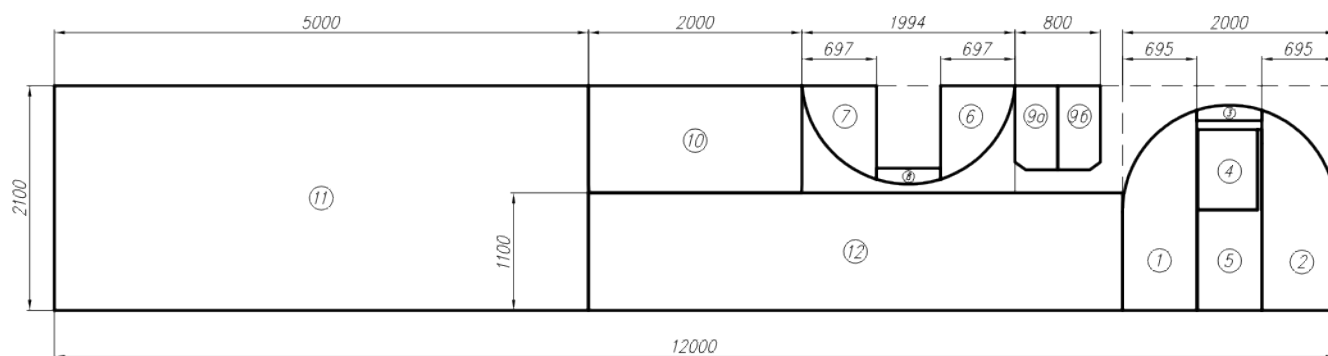
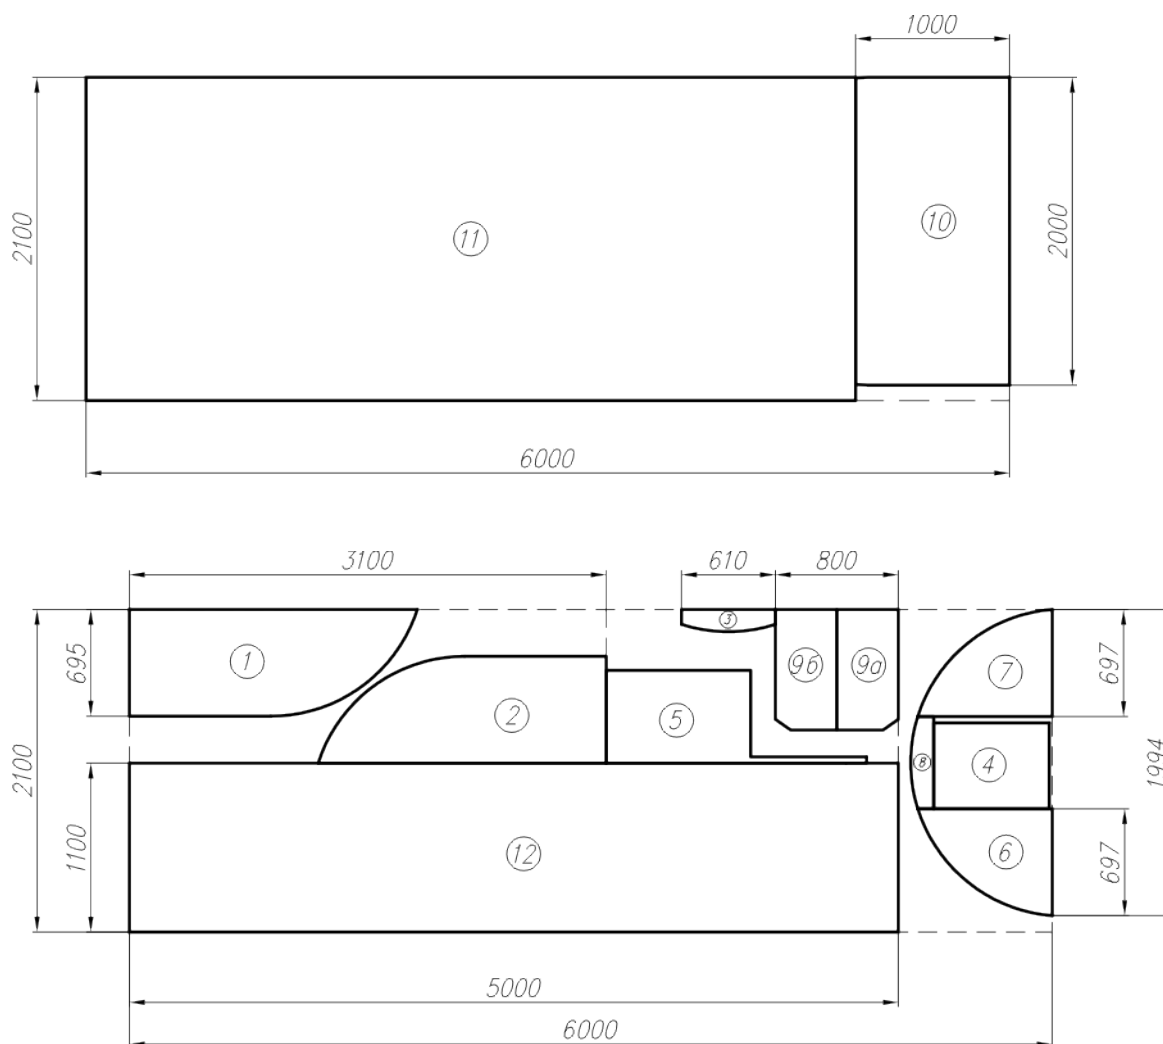
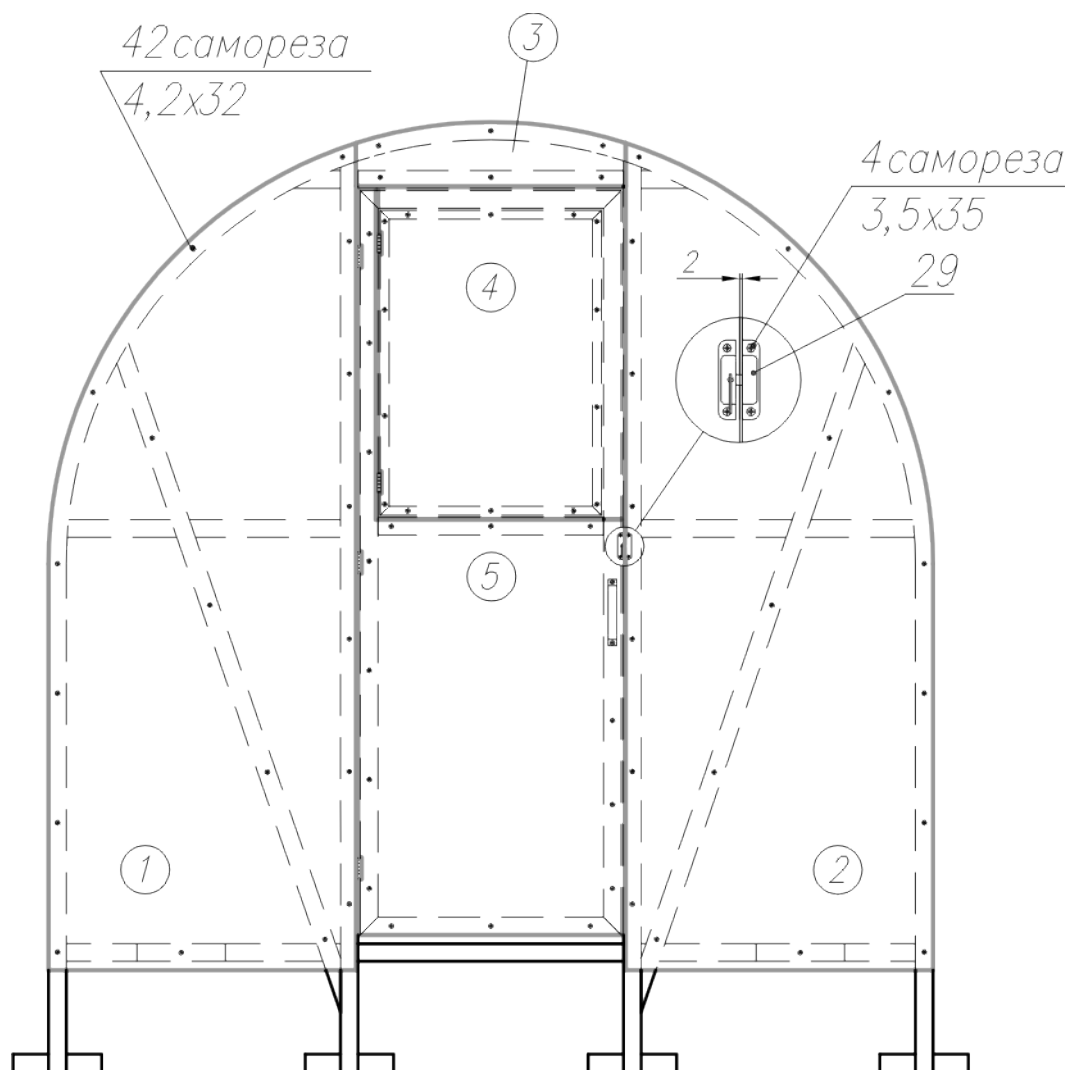
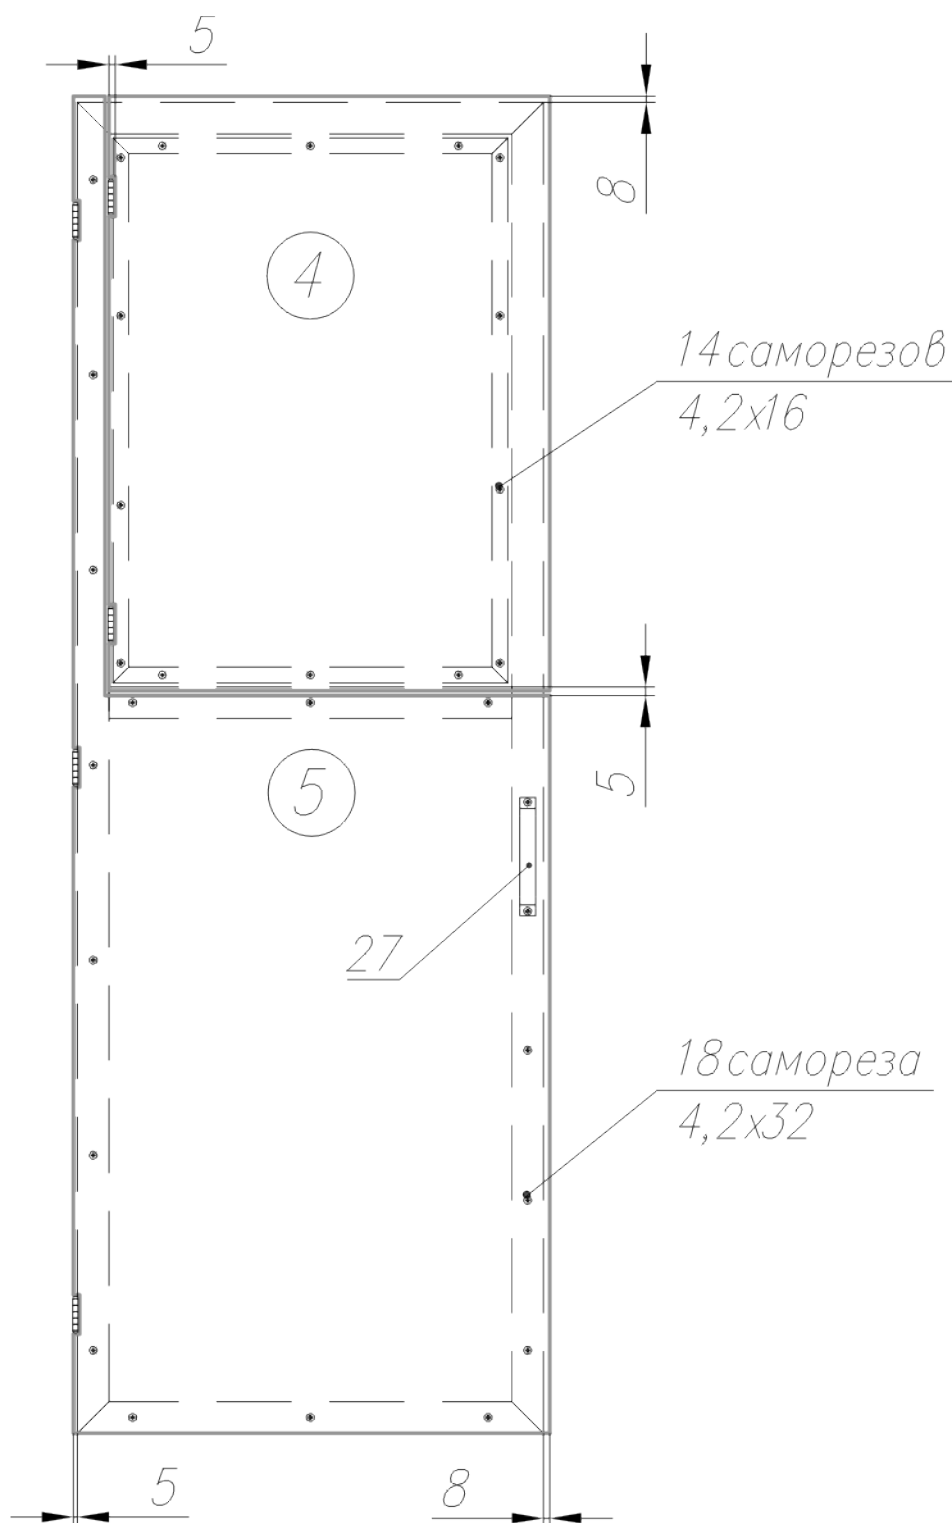

Рис. 18
Рис. 19
Рис. 20
Рис. 21
- Если Вы приобрели поликарбонат размером 12,0х2,1м, то для его разметки руководствуйтесь рис.18.
- Если у Вас два листа размером 6,0х2,1м каждый, то производите разметку поликарбоната согласно рис.19.
4.6. Разметьте маркером поликарбонат согласно рис.18 или рис.19 и разрежьте согласно разметке на ровной поверхности. Вырезать поликарбонат по окружности на данном этапе не требуется, сделайте только прямолинейные разрезы.
4.7.1. Вырежьте заготовки панелей 1 и 2 (см. рис.18, рис.19)и снимите с них транспортировочную пленку. Наложите заготовки на торцевую дугу стороной с защитным от ультрафиолетовых лучей покрытием наружу согласно рис.20.
4.7.3. Наложите на дверь и форточку заготовки панелей 4 и 5. Произведите их разметку в строгом соответствии с рис.21. В этом случае зазоры в дверном проеме и в проеме форточки будут минимальными.
Аккуратно вырежьте панели 4 и 5 на ровной поверхности, снимите с них транспортировочную пленку и закрепите панели на каркасах двери и форточки согласно рис.21.
4.7.4. Установите дверную ручку и завертку на дверь (рис.20, рис.21).